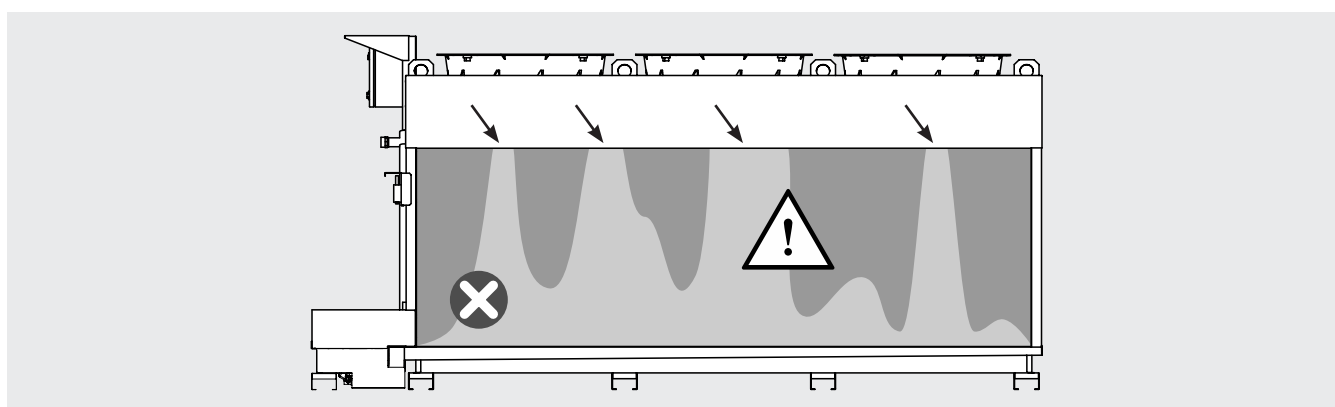

Figura 18
- 11.8 Con sistema adiabatico in funzione, verificare che ci sia una adeguata distribuzione dell'acqua sui pannelli: è accettabile una colorazione uniforme più scura su almeno il 80% della superficie dei pannelli. Fare riferimento al punto 12.32. Si veda la Figura 18 come esempio di colorazione non accettabile.
- 12.12.1 Effettuare una ispezione visiva del sistema adiabatico di distribuzione dell'acqua sui pannelli. Una distribuzione non uniforme dell'acqua sul pannello esterno (colorazione non uniforme del pannello, v. Figura 18) è imputabile ad un intasamento di uno o più ugelli ad attacco rapido. Un flusso anomalo di acqua durante il funzionamento del sistema adiabatico è imputabile ad uno o più ugelli danneggiati. Eventualmente procedere ad una sostituzione come segue.